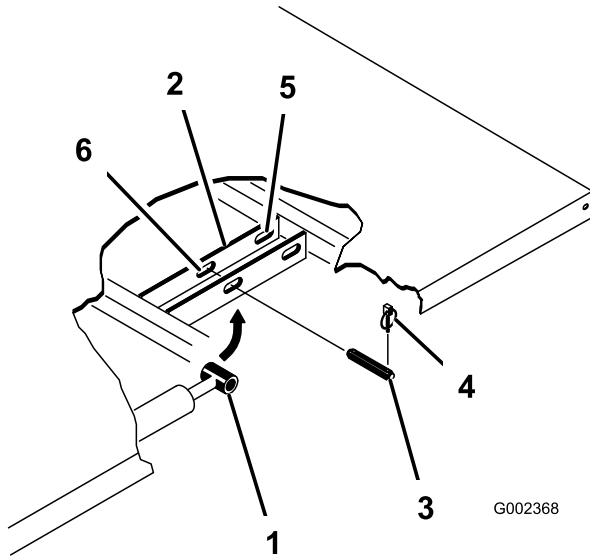

Figura 33
3. Rimuovete gli acciarini dalle estremità esterne dei perni con testa dell'asta del cilindro (Figura 33).
4. Rimuovete i perni con testa che fissano le estremità dell'asta del cilindro alle piastre di fissaggio del pianale, premendoli verso l'interno (Figura 33).
5. Rimuovete gli acciarini ed i perni con testa che fissano le staffe orientabili ai profilati del telaio (Figura 33)